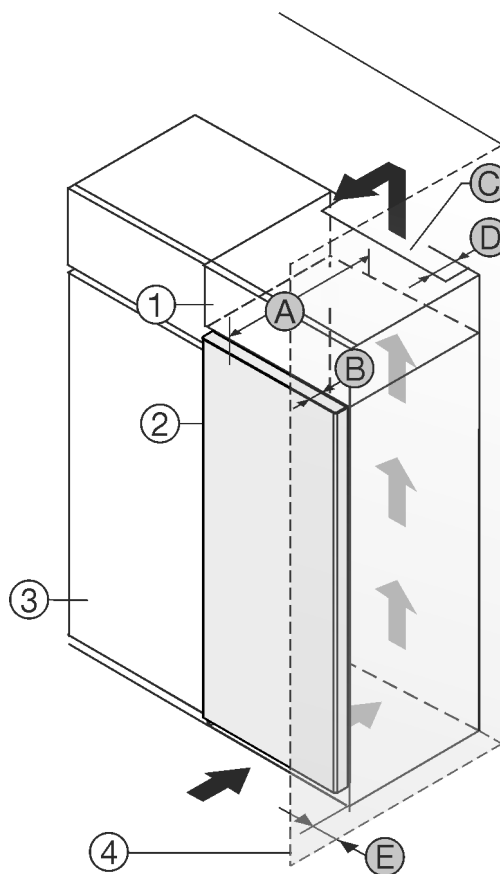

Fig. 1
Можете да поставите уреда непосредствено до кухненския шкаф Fig. 1 (3)*
От задната страна на шкафа-пристройка трябва да има вентилационен отвор с дълбочина Fig. 1 (D) по цялата ширина на шкафа-пристройка.*
Под тавана на помещението трябва да е спазено сечението за вентилация Fig. 1 (C).*
Когато уредът се поставя с пантите до стена Fig. 1 (4), разстоянието между уреда и стената трябва да е поне 13 mm.*
Когато уредът се поставя с пантите до стена Fig. 1 (4), разстоянието между уреда и стената трябва да е поне 20 mm.*
За да можете да отваряте вратата изцяло, уредът трябва да е издаден с дълбочината на вратата Fig. 1 (B) спрямо челото на кухненския шкаф. В зависимост от дълбочината на кухненските шкафове Fig. 1 (3) и използването на детайли за отстояние от стената, уредът може да излезе още по-напред.*